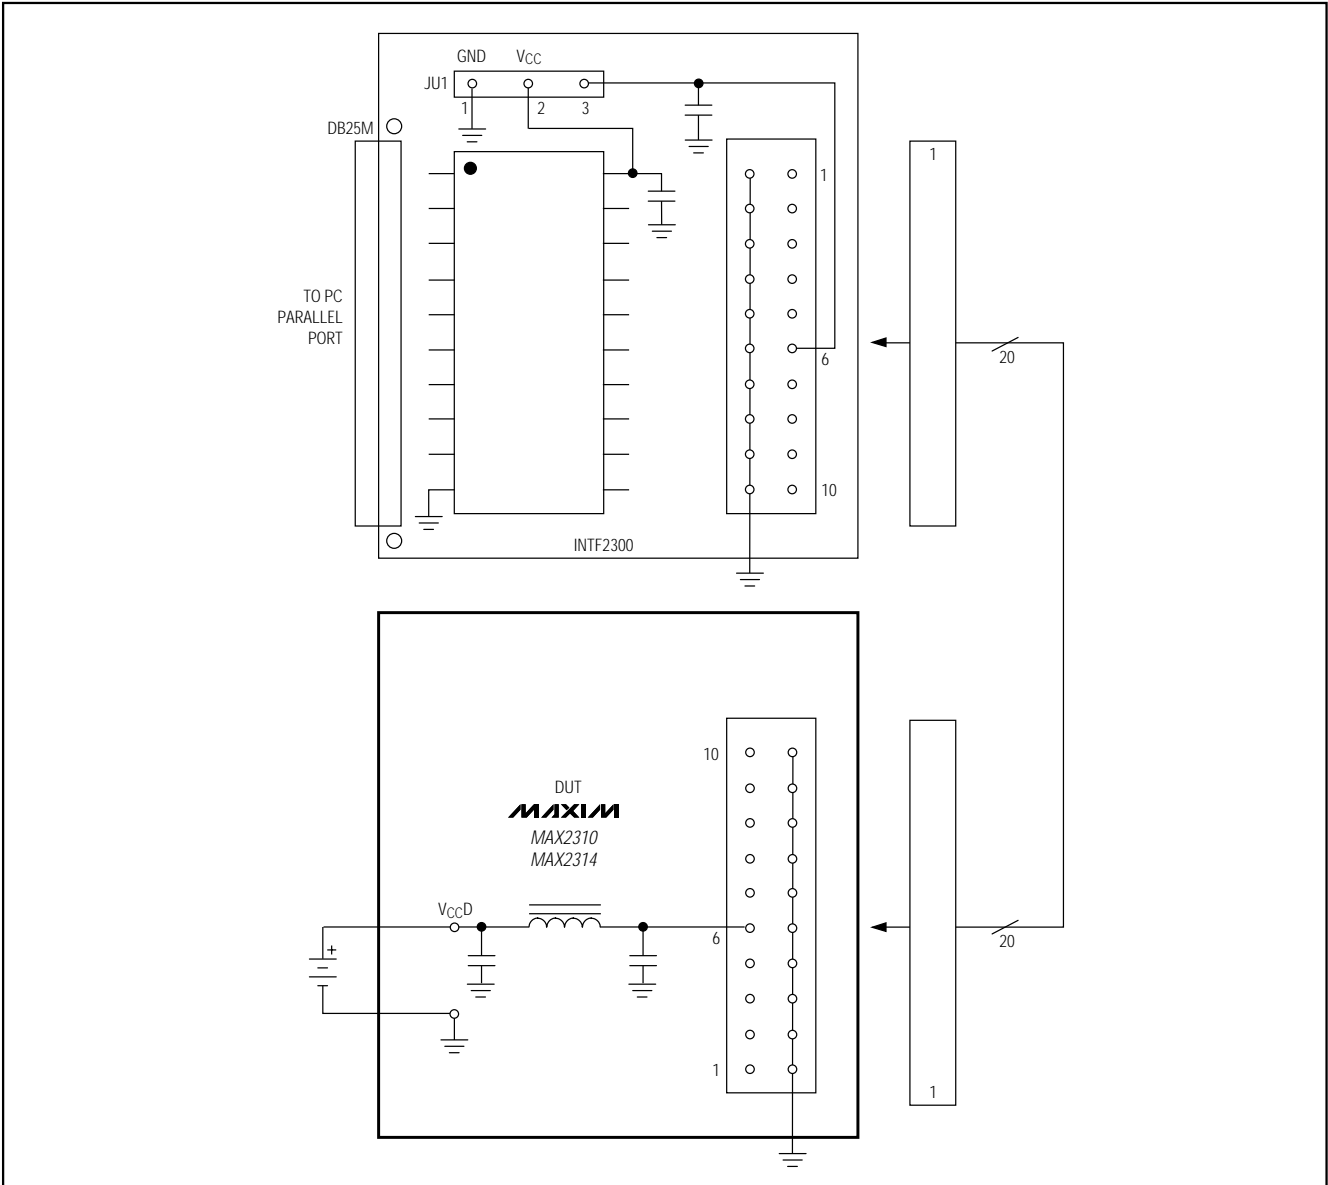

図1. INTF2300インタフェース基板
- 2) 図1に示すように、INTF2300インタフェースケーブルを接続します。(インタフェースケーブルのピン1は赤いワイヤに対応しています。ピン1は、各々のプリント基板のシルクスクリーンに表示されています。)
インタフェースポートは、20ピンリボンケーブルを使用するように設計されています(図1)。10本のピンが信号ライン、残りの10本のピンはデジタルグランドです。インタフェースケーブルのピン1は赤色です。ピン1は、各々のプリント基板のシルクスクリーンに表示されています。
をテスト中のデバイスのV_{CC}にレベル変換します。INTF2300はバッファ及びEMIフィルタリングも提供します。推奨動作電源電圧範囲は+2.7V~+3.6Vです。MAX2312/MAX2316を+3.6V以上で動作させるには、ジャンパJU1を取り外して、外部電源電圧+3.6VをV_{CC}(ピン2)とGND(ピン1)の間に印加して下さい(図1)。